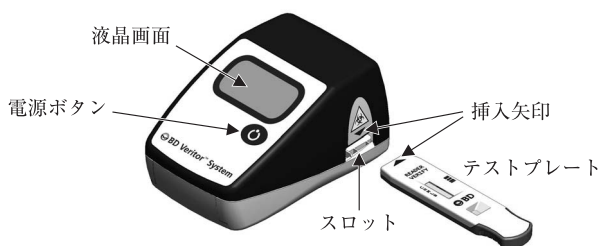

図 1
- 2) 液晶画面に「テストプレート イレテクダサイ」\*が表示されていることを確認し、図1のように本品のスロットにテストプレートを挿入する。テストプレートの挿入は、テストプレートの挿入矢印と本品の挿入矢印が直角になるように、テストプレートをスロットに挿入する。テストプレートがスロット内でカチッと噛合う位置まで挿入する。テストプレートがスロット内に正常に挿入されると、本品は自動的にテストプレートの測定を開始する。